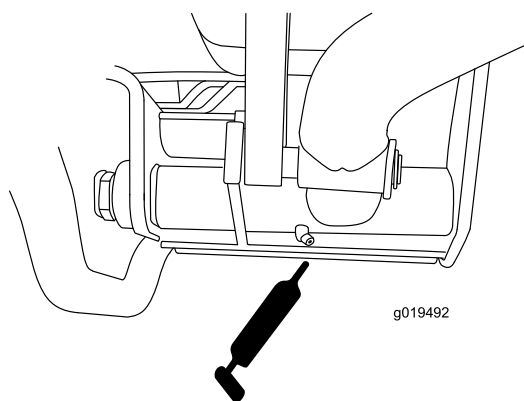

Figura 42
- Perni del braccio di sollevamento posteriore (2) (Figura 42)